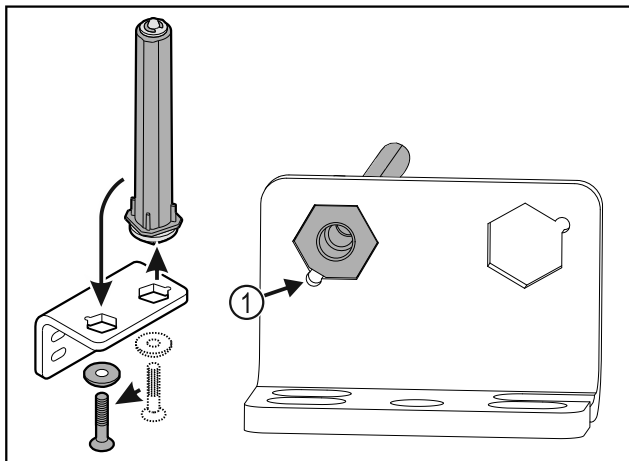

Fig. 26
- ▶ Dbejte, aby při vsazování ukazovalo zešíkmení čepu Fig. 26 (1) ke kulatému otvoru.